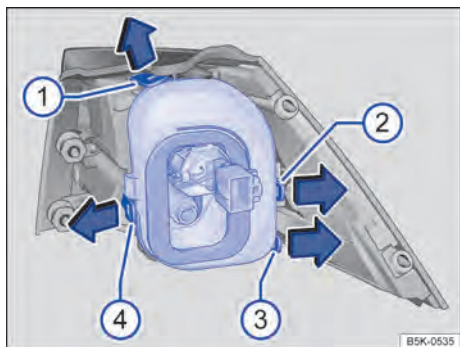

Fig. 165 Grupo óptico trasero en la carrocería: desmontaje del portalámparas. ① a ④ pestañas de bloqueo.
- ① Para desbloquear el portalámparas, presione las pestañas de bloqueo → fig. 165 ① a ④ en el sentido de las flechas.
- ② Extraiga el portalámparas del grupo óptico trasero.
- ③ Sustituya la lámpara averiada por otra nueva del mismo tipo.
- ④ Coloque el portalámparas en el grupo óptico trasero. Todas las pestañas de bloqueo tienen que encastrar de forma audible.